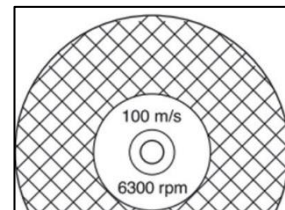

Рис. 7
- Убедитесь, что на режущем диске указаны обороты такие же или больше, что и в технических характеристиках бензореза (Рис. 7)